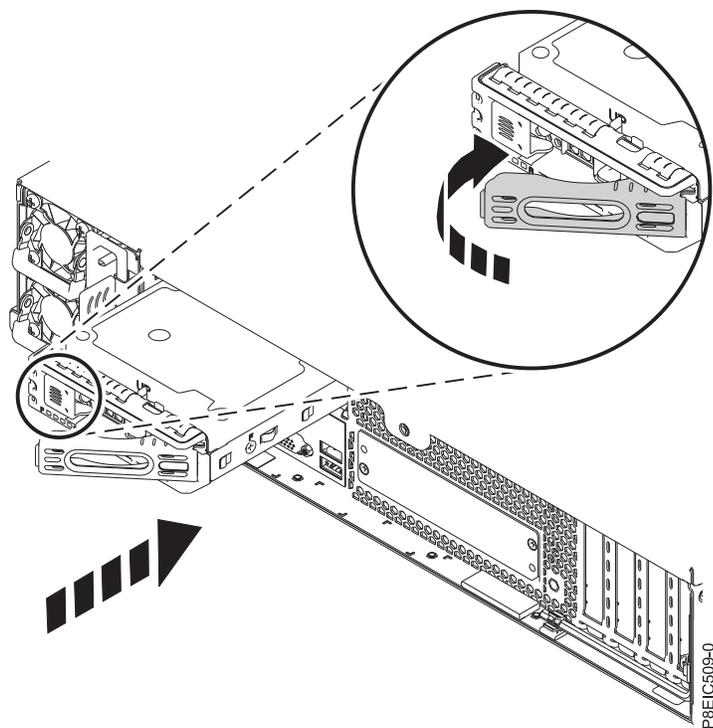

Figura 16. Travando a alça da bandeja de unidade traseira
4. Segure a bandeja da unidade pela parte inferior à medida que você posiciona a unidade. Deslize a bandeja de unidade completamente para dentro do sistema. Empurre a bandeja de unidade para dentro até que a alça começa a fechar, em seguida, empurre a alça para dentro até que ela trave, conforme mostrado na Figura 16 na página 16.